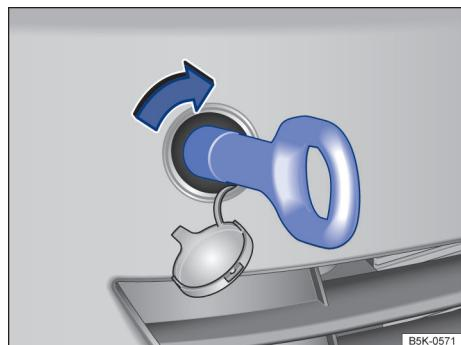

Fig. 184 No para-choque dianteiro à direita: rosquear a argola de reboque.
- Rosquear a argola de reboque tão firme quanto possível **no sentido horário** no alojamento → Fig. 184, → ①. Utilizar um objeto apropriado com o qual a argola de reboque possa ser rosqueada com firmeza no alojamento.